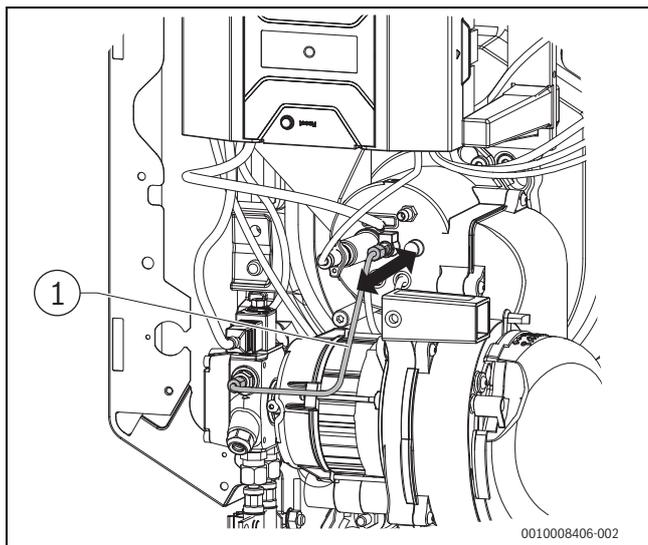

Bild 42 Korrekten Sitz des Mischsystems prüfen
- ▶ Ölzuleitung (→ Bild 42, [1]) etwa 5 mm herausziehen.